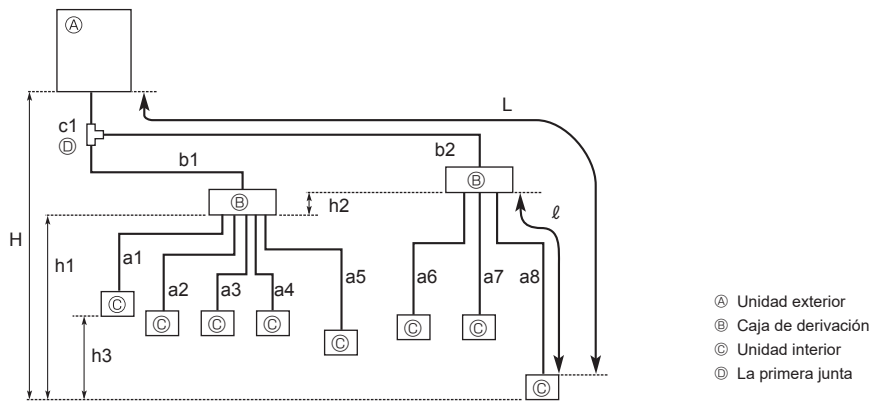

Fig. 4-2
4.2.2. Conexión con Caja de derivación (Fig. 4-2)